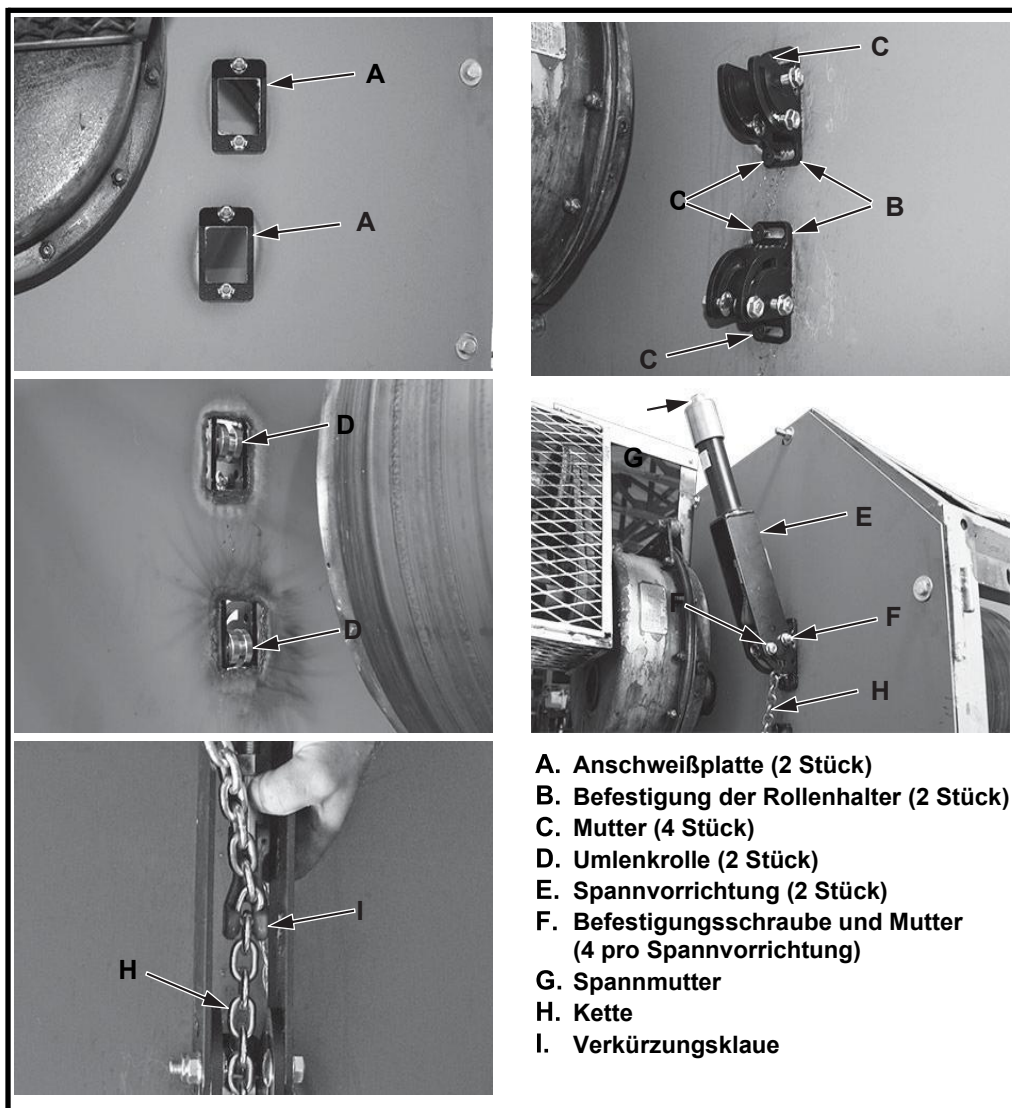
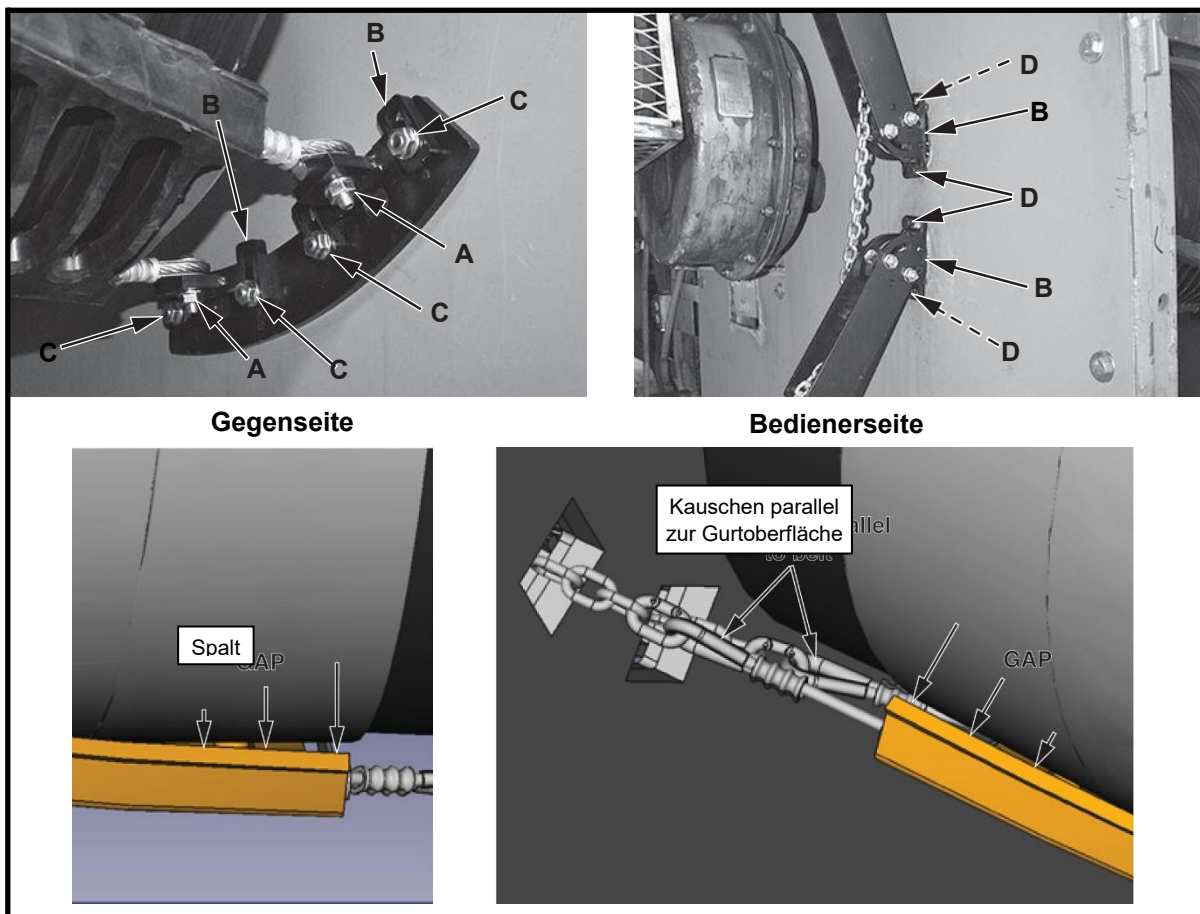

Abbildung 8: Montage der Spannvorrichtungen
Abbildung 9: Ausrichten des Vorabstreifers
- f) Zentrieren Sie die Anschweißplatten (A) an den Ausschnitten und schweißen Sie sie an der Schurrenwand fest (siehe Abbildung 8).
- g) Montieren Sie die Rollenhalter der Spannvorrichtung (B) mit den Muttern (C) an der Anschweißplatte. Ziehen Sie die Mutter handfest an. Positionieren Sie den oberen Rollenhalter mit der Rolle (D) in der oberen Position und den unteren Rollenhalter mit der Rolle (D) in der unteren Position.
7. Montieren Sie die Spannvorrichtung (E) mit Befestigungsschrauben und Muttern (F) an dem Rollenhalter.
8. Positionieren Sie die Spannvorrichtung an der gewünschten, behinderungsfreien Stelle und ziehen Sie die Muttern (F) an.
9. Lösen Sie die Mutter (G) bis zum Ende der Gewindestange.
11. Führen Sie die Kette (H) durch die Schurrenwand und den Rollenhalter
12. Ziehen Sie die Kette in die Verkürzungsklaue (I).
14. Stellen Sie sicher, dass die Kauschen parallel zum Fördergurt liegen (Abbildung 9)
15. Ziehen Sie die Spannmutter (G) an, bis die Mitte des Vorabstreifers fest auf der Kopftrommel aufliegt.
16. Stellen Sie sicher, dass jede Kette richtig an der Rolle in dem Rollenhalter der Spannvorrichtung (B) anliegt.
- a) Wenn die Gewindespindel nicht lang genug ist, um die gewünschte Spannung zu erreichen (siehe Abbildung 8):
- (1) Führen Sie den Schraubendreher durch die Öffnung im unteren Teil der Spannvorrichtung und der Kette (H), um die Kette zu sichern.
- (2) Lösen Sie die Spannmutter (G), um die Spannung zu lösen.
- (3) Legen Sie die Kette so nahe wie möglich am Schraubendreher wieder in die Verkürzungsklaue (I) ein.
- (4) Ziehen Sie die Spannmutter an, bis die erforderliche Spannung erreicht ist.